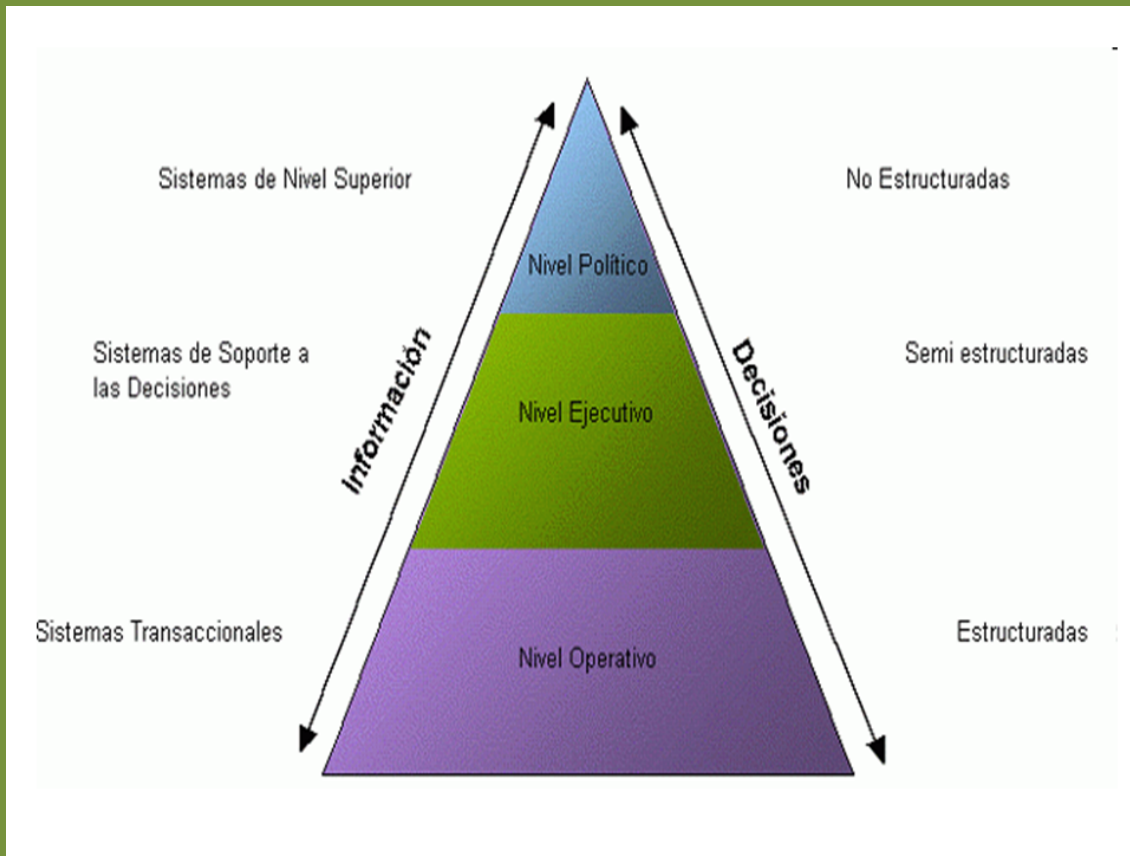

Figura 1.1: Pirámide organizativa.
- La escala organizativa de una empresa se suele representar a través de un esquema en forma de pirámide donde se indica los tres niveles organizativos, el flujo de información y las decisiones a tomar (Figura. 1.1). Se organiza en los siguientes niveles: